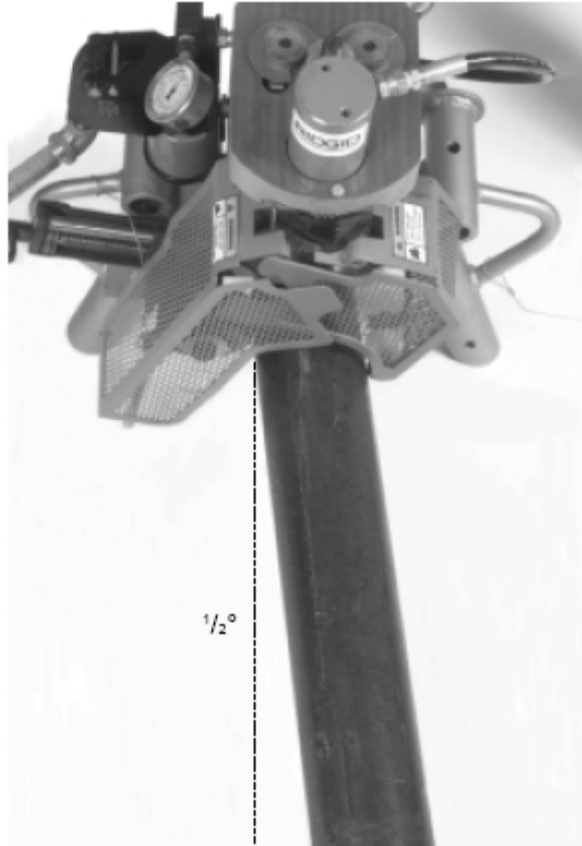

图10 — 偏离 $1/2$ 度
5. 检查管子朝向操作者稍微移动大约 $1/2$ 度（见图10）。